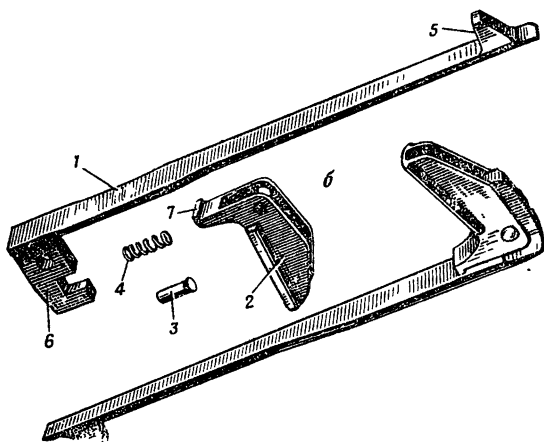

Рис. 31. Рукоятка перезаряжания
16. Рукоятка перезаряжания (рис. 31) служит для отведения затворной рамы назад. Она состоит из тяги и ручки с пружиной и осью.